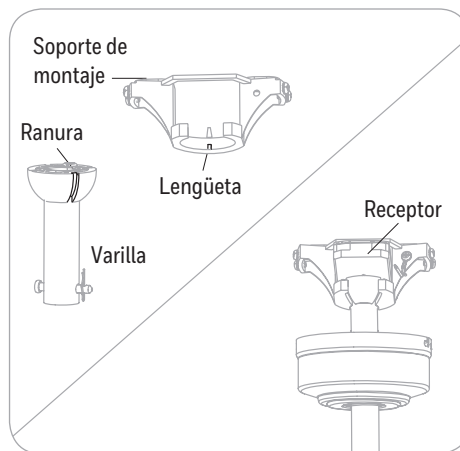

Figura 3.5
5. Instale el extremo de la bola de la varilla en la abertura del soporte de montaje. **ADVERTENCIA:** no alinear la ranura de la varilla con la lengüeta del soporte de montaje podría causar que el ventilador tambalee o se caiga y provocar lesiones graves o la muerte. Inserte el receptor del paquete remoto en el soporte de montaje con el lado plano orientado hacia el techo (Figura 3.5).